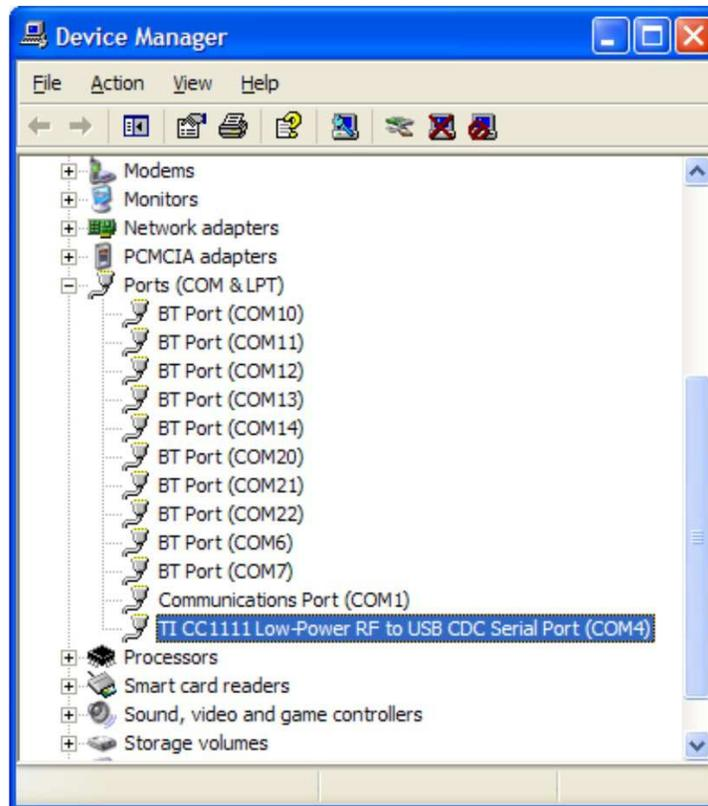

图 B-7. Windows 设备管理器中的访问点
8. Windows 设备管理器在 Ports (COM & LPT) 中列出了器件 TI CC1111 Low-Power RF to USB CDC Serial Port (COM4)（请见图 B-7）。